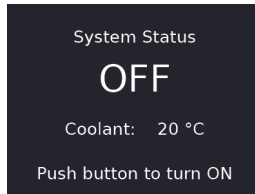

Abbildung 4-11 Standby-Bildschirm
2. Drücken Sie die Taste **MODE** (Modus) ein zweites Mal; der Kühler wechselt in den Standby-Modus (siehe Abbildung 4-11 auf Seite 146).